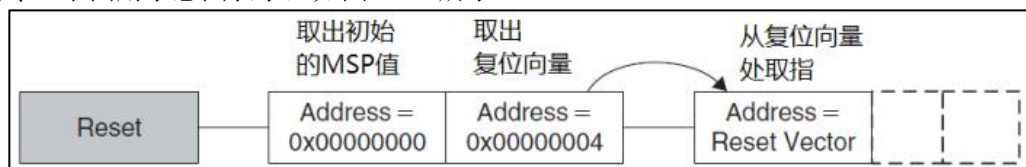

图 9.1.1 复位序列
(1) 从地址 0x0000 0000 处取出堆栈指针 MSP 的初始值，该值就是栈顶地址。
(2) 从地址 0x0000 0004 处取出程序计数器指针 PC 的初始值，该值指向复位后执行的第一条指令。下面用示意图表示，如图 9.1.1 所示。